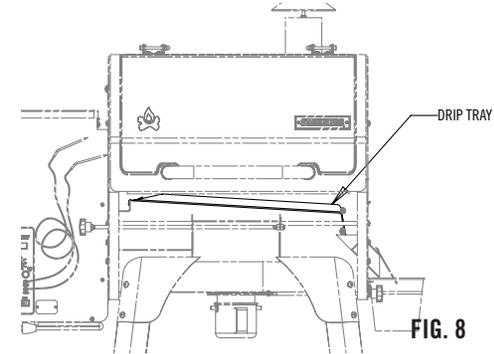

FIG. 8
- Suspendre le seau de collecte des graisses à son conduit d'évacuation comme indiqué à la Fig. 8.